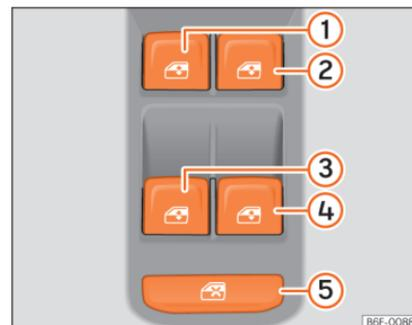

Abb. 148 Ausschnitt der Fahrertür: Tasten zum Bedienen der elektrischen Fensterheber
Mit dem Sicherheitsschalter »» **Abb. 148**  in der Fahrertür können die Fensterheber-Tasten in den hinteren Türen außer Funktion gesetzt werden.
Die Tasten »» **Abb. 148** ①, ②, ③ und ④ haben zwei Stufen zum Öffnen und zwei zum Schließen des Fensters. Dadurch ist es einfacher, die Öffnungs- und Schließvorgänge zu kontrollieren.